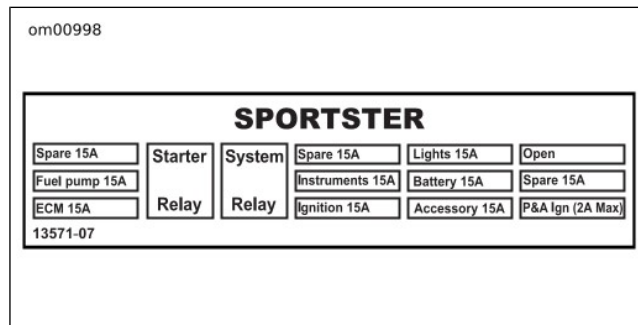

Figura 52. Etichetta del pannello fusibili: modelli Sportster 2007
7. Individuare nel portafusibili e sostituire qualsiasi fusibile/relè fuso o rotto. Vedere Figura 51, Figura 52 e Tabella 32 per identificare i fusibili dei diversi circuiti.